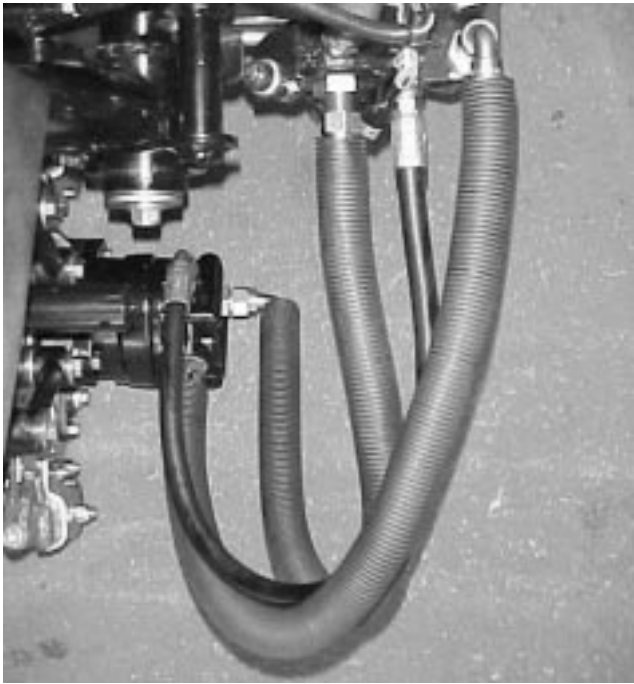

Figura 20
**Importante** Asegúrese de que los manguitos no están doblados y que no tienen curvas muy cerradas, y que los manguitos de la unidad de corte trasera están colocados según muestra la Figura 20. Eleve las unidades de corte y desplácelas a la izquierda (Modelo 03201 solamente). Los manguitos de la unidad de corte trasera no deben entrar en contacto con el soporte del cable tracción. Reubique los herrajes y/o los manguitos, si es necesario.